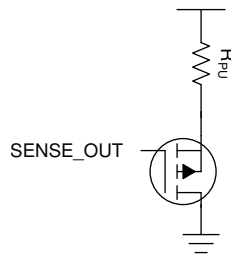

図 7-7. PG ピンを他のレールにプルアップするための追加コンポーネント
パワーグッド (PG) ピンは内部で出力レールにプルアップされているため、標準的なオープンドレイン PG 出力のように外部電圧にプルアップすることはできません。この信号を別のロジック レベルにプルアップする必要がある場合、PMOS トランジスタとプルアップ抵抗を使用して外部回路を実装できます。図 7-7 に示す回路を実装すると、出力を任意のロジック レールにプルアップできます。PMOS トランジスタを使用する場合は、出力 Low 電圧を決定するため、スレッシュホールド電圧の低いトランジスタを必ず選択してください。NMOS トランジスタを使用して同様の動作を行うこともできますが、NMOS トランジスタの場合はロジックが反転します。この実装では、外部プルアップレールを使用することも可能です。